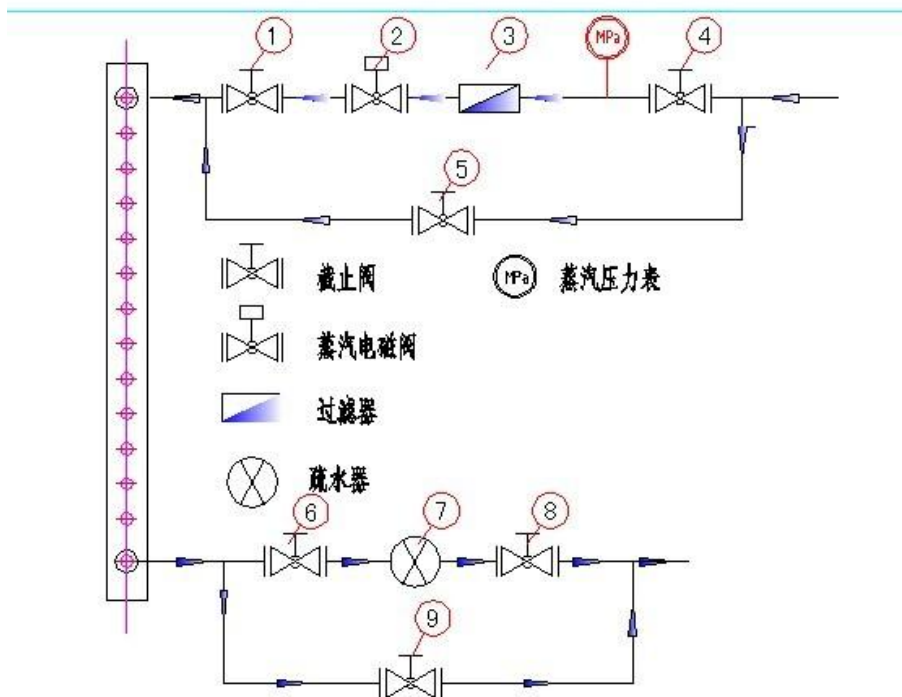

图 5-1a 蒸汽管道、冷凝水安装示意图
5.1.2 安装平面图如图（蒸汽管道安装、冷凝水管安装）。如图 5-1a、5-1b